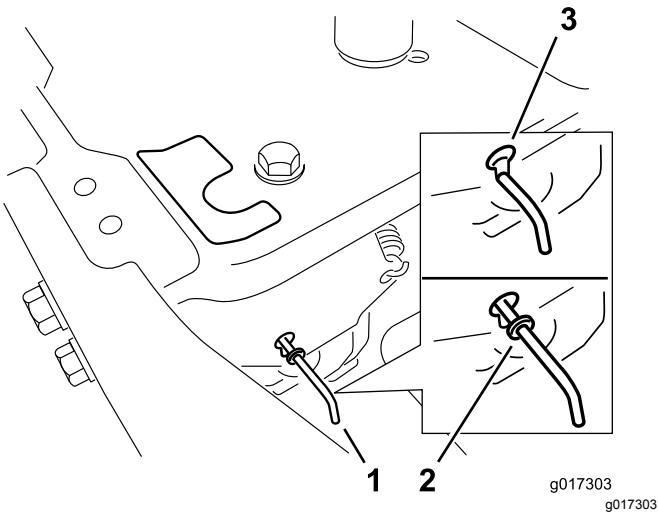

Figura 23
- Mueva las palancas de desvío hacia adelante a través del orificio y hacia abajo para bloquearlas en esa posición, según se muestra en Figura 23. Asegúrese de hacer lo mismo con cada palanca.
Mueva las palancas de desvío hacia atrás a través del orificio y hacia abajo para bloquearlas en esa posición, según se muestra en Figura 23. Asegúrese de hacer lo mismo con cada palanca.